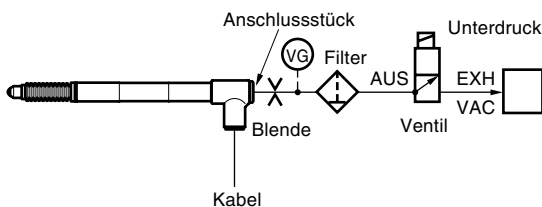
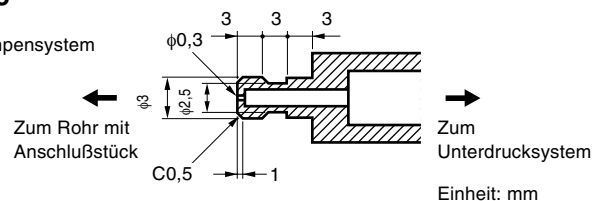

Abb. 1 Druckluftsystem
Abb. 2 Maße der Blende
- Für den Betrieb des Fühlers mit einer Unterdruckpumpe ist das Druckluftsystem entsprechend Abb.1 anzuordnen. Der optimale Druck liegt bei 40 bis 66,7 kPa. Darüber hinaus ist eine Blende (siehe Abb. 2) am vom Luftabheberanschluss kommenden Rohr anzubringen, um die Luftansaug- und Ausstoßgeschwindigkeit zu steuern. Der Fühler wird beim Luftausstoß zur Unterdruckpumpe gehoben.